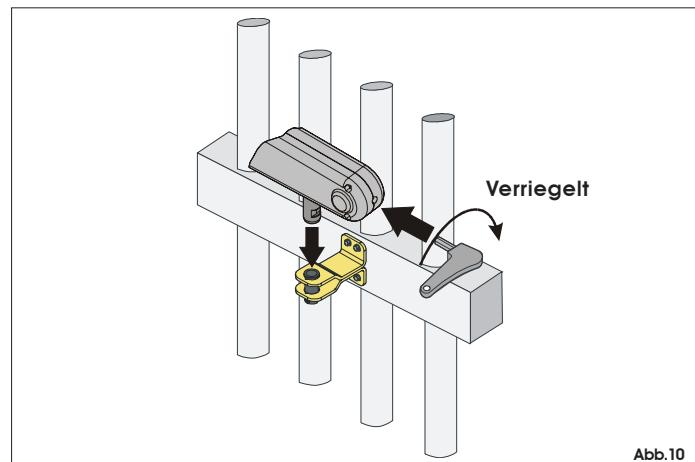

Abb.10
Den Antrieb laut Angaben in Abb. 10 an der vorderen Befestigung anbringen und den Entriegelungsschlüssel im Uhrzeigersinn bis zum Anschlag drehen.
- Den Antrieb auf der vorderen Befestigung positionieren (Abb. 10);